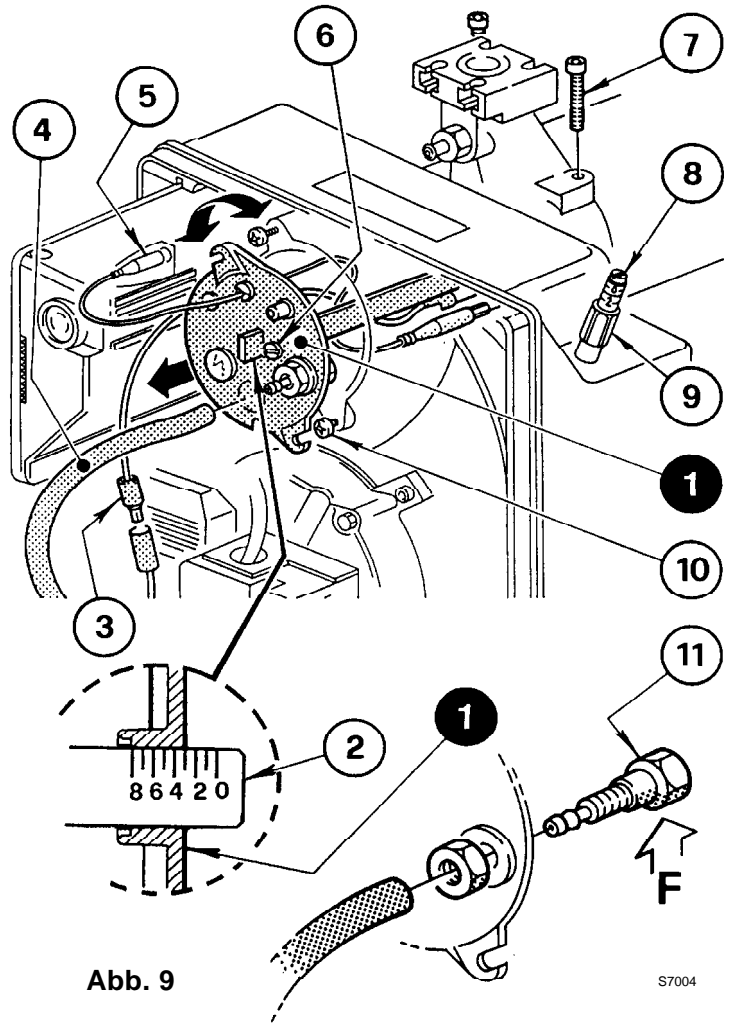

Abb. 9
Sie ist vom Gasdurchsatz abhängig und wird ausgeführt, indem man die Einstellschraube (6) im Uhrzeigersinn oder entgegen dem Uhrzeigersinn soweit dreht, bis die auf der Einstellspindel markierte Raste (2) mit der Kante am Kopf (1) (Siehe Abb. 9).
In der Abbildung auf Seite 7, Abb. 9, wird der Kopf für eine Leistung von 110 kW bezüglich auf des Brenners BS3 Typ 913 T1 eingestellt. Die Raste 3 der Einstellspindel stimmt mit der äußeren Fläche überein, wie im Diagramm gezeigt.
LUFTKLAPPENEINSTELLUNG (Abb. 9, Seite. 7)
Druckanschluß nicht in richtiger Position (Pos. 11, Abb. 9, Seite 7).	Gemäß den Angaben dieser Anleitung korrekt einstellen (4.1, Seite 7).